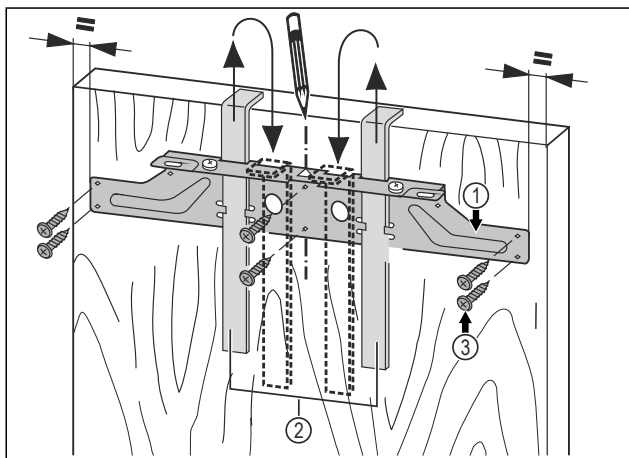

Fig. 44
- ▶ Pritrdilni prečnik Fig. 44 (1) z montažnim pripomočkom Fig. 44 (2) obesite na notranjo stran vrat pohošstva.
- ▶ Pritrdilni prečnik Fig. 44 (1) naravnajte na sredino vrat.
- ▶ Pritrdilno prečko Fig. 44 (1) dobro privijte s pomočjo najmanj 6 vijakov Fig. 44 (3).
- ▶ Pritrdilno prečko Fig. 44 (1) s 4 vijaki Fig. 44 (3) dobro privijte na rob.
- ▶ Montažne pripomočke Fig. 44 (2) izvalcite navzgor in jih tako obrnjene potisnite v poleg ležeče odprtine.